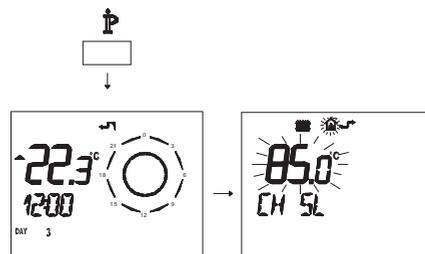

Figura 5.88
• Premere per più di 3 secondi il pulsante \mathbb{P} para per entrare in modalità INFO (Figura 5.88).